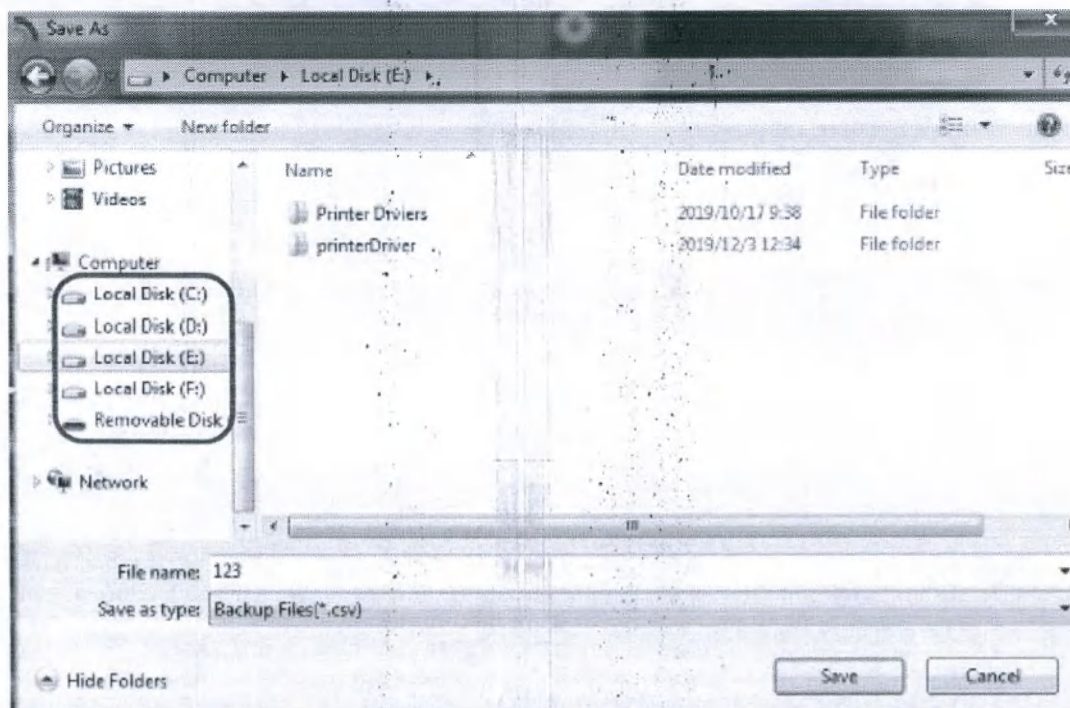

Рис. 6-15 Путь экспорта
- Выберите путь экспорта, вы можете выбрать локальный диск, вы также можете выбрать внешний U-диск или внешний мобильный жесткий диск. Как показано на рис. 6-15.